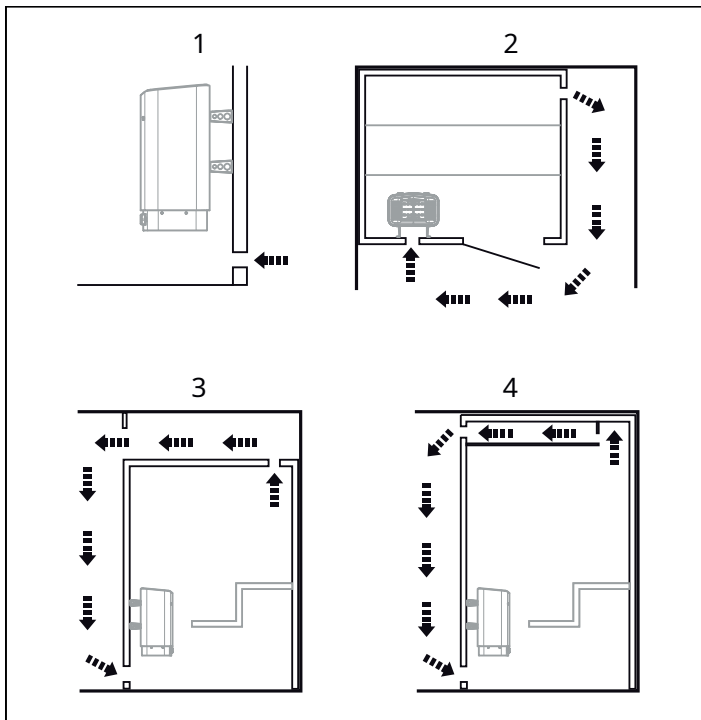

Figura 4: Posizionamento delle bocchette di ingresso e uscita
- alla massima distanza possibile dalla bocca di aspirazione, ad esempio in diagonale (vedere Figura 4)
- in alto sulla parete o sul soffitto (vedi Figura 4).